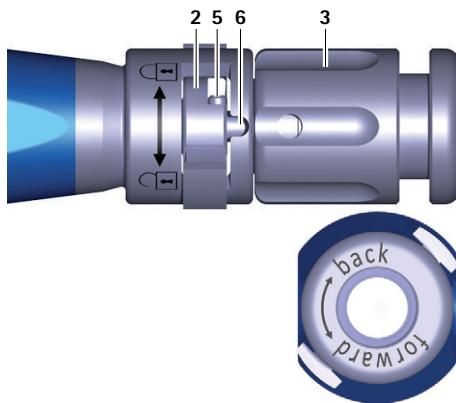

Fig. 1 Visualização de proximidade do instrumento introdutor, comutador aberto
- Rodar a porca giratória 3 no instrumento introdutor A no sentido anti-horário (sentido "forward"), para empurrar a barra 6 para a frente, ver Fig. 1.
- Rodar o comutador **2** para a esquerda (sentido **ⓐ**), ver Fig. 1.
- Rodar o comutador **2** para a esquerda (sentido β), ver Fig. 1.
- Verificar a posição para acoplar o instrumento introdutor **A**, ver Fig. 1.
- Rodar o comutador **2** para a esquerda (sentido **↓**), ver Fig. 1.
- Rodar a porca giratória **3** no sentido anti-horário (sentido "forward"), até a barra **6** ser empurrada para a frente, ver Fig. 1.